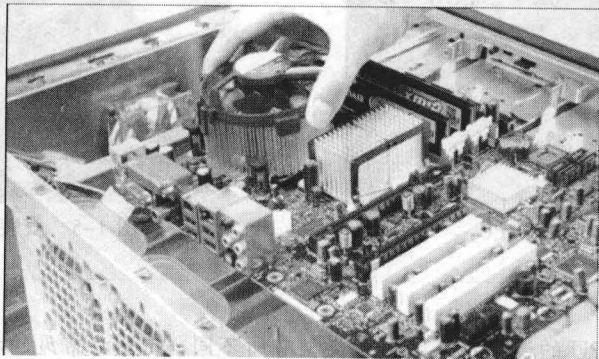

图 1-3 固定主板
(2) 安装主板
① 把主板悬在机箱底板上方, 对准主板和底板的固定孔, 确定哪几个孔需要铜柱螺钉或塑胶固定柱, 如图 1-3 所示。如果主板和底板同时有对应的小孔, 就说明此处需要一个固定元件。如果底板上对应的小孔是圆形螺钉孔, 就代表此处应加装铜柱螺钉; 如果底板上对应的小孔是呈漏斗状滑孔, 需要采用白色塑胶固定柱。